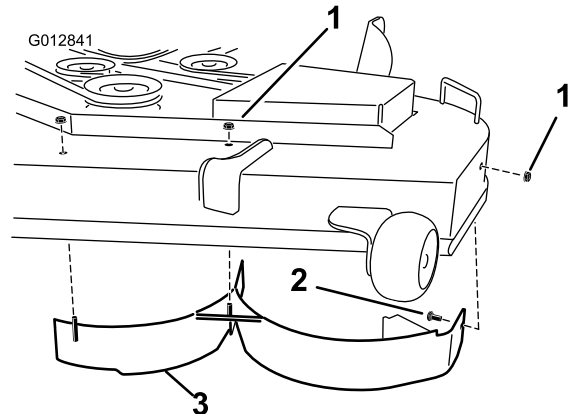

Bild 14
- Plateaux de 122 cm :** fixez le déflecteur gauche à l'aide de 3 écrous (5/16") et d'un boulon de carrosserie (5/16" x 3/4"), comme montré à la Bild 14.